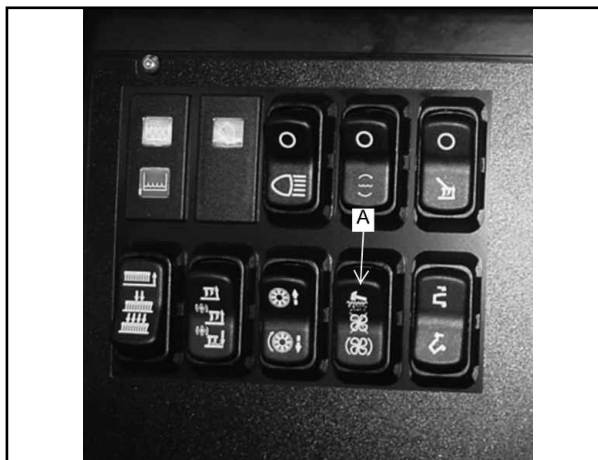

FIGURA 16
El interruptor del agitador del filtro (A) está situado en el panel de instrumentos, como se muestra en la figura 16. Si se presiona y se mantiene presionada la mitad superior del interruptor, los motores del agitador del filtro se activan durante entre 20 y 30 segundos. Si se suelta el interruptor, vuelve a la posición de desconexión.